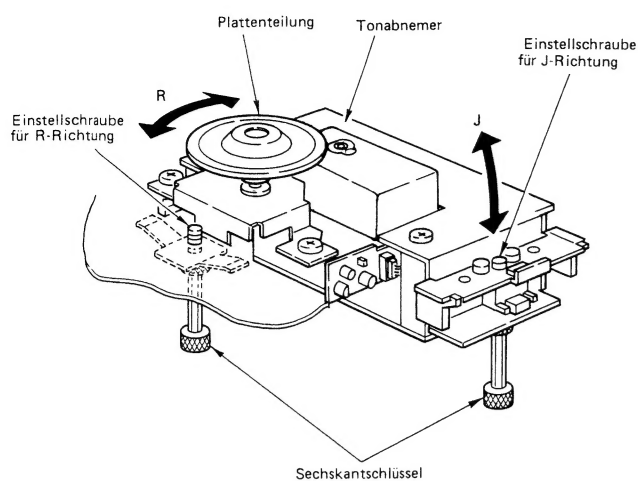
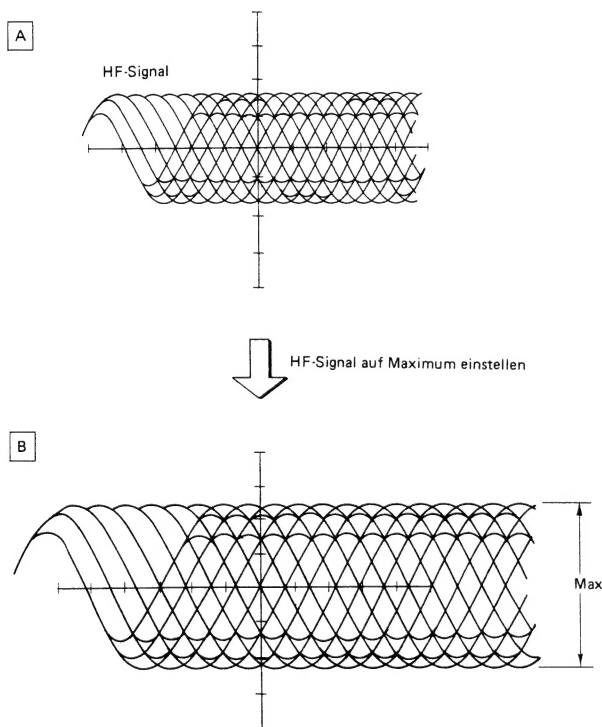
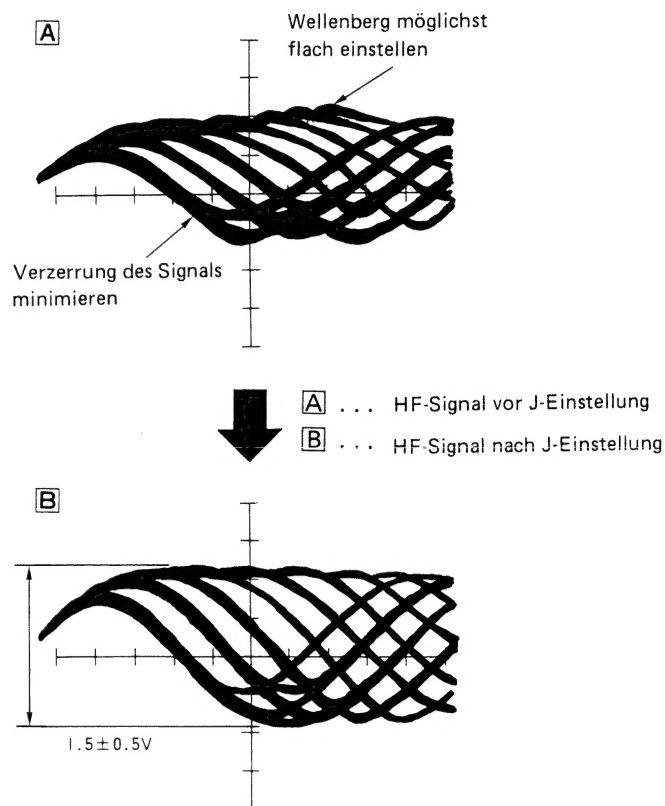

Abb. 11
Abb. 12
Abb. 13
- 7) Die R-Richtung des Tonabnehmers einstellen (Abb. 11). Hierzu die entsprechende Einstellschraube im Uhrzeigersinn oder entgegen dem Uhrzeigersinn drehen, bis das HF-Signal seinen Maximalwert erreicht hat (siehe Abb. 12).
- 8) Die J-Richtung des Tonabnehmers einstellen (Abb. 11). Hierzu die Einstellschraube für J-Richtung so drehen, daß das HF-Signal gemäß Abb. 13 von Zustand A in Zustand B übergeht.
- 10) Die Taste **STOP** an der Steuereinheit drücken und dann noch einmal Taste **CD** drücken, um Spur 1 abspielen. Der HF-Signalpegel von Spur 1 (innerste Spur der CD-Platte) muß $1,5^{+0,8}_{-0,7} \text{ V}$ betragen und das HF-Signal muß die in Abb. 13-B dargestellte Form haben.